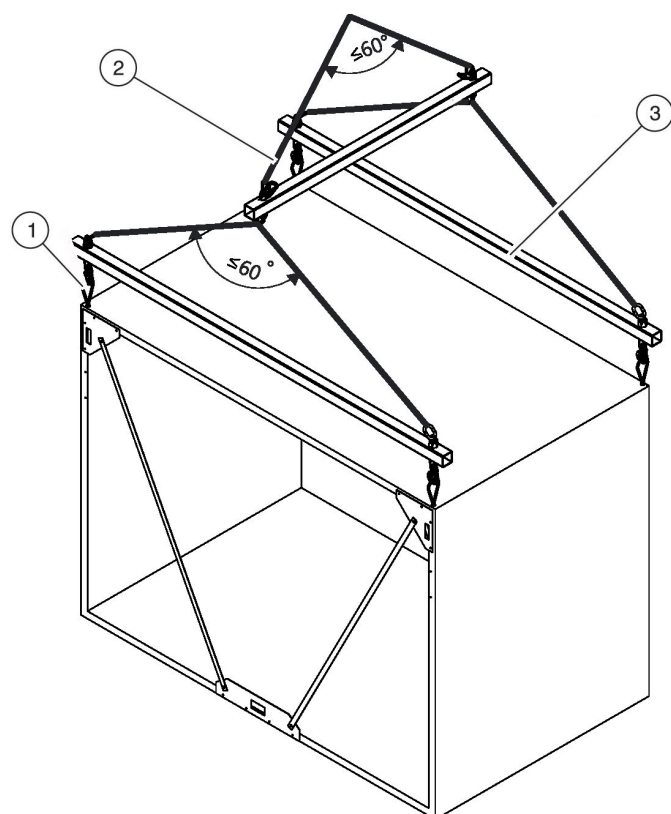

Рис. 8: Транспортировка краном и рым-болтами или кольцами (с поперечным элементом)
2. ▶ Завинтите все рым-болты или кольца (Рис. 8/1) полностью в резьбовые отверстия.
3. ▶ Зацепите поперечные элементы (Рис. 8/3) в рым-болтах или кольцах.
4. ▶ Соедините поперечные элементы с цепями (Рис. 8/2).